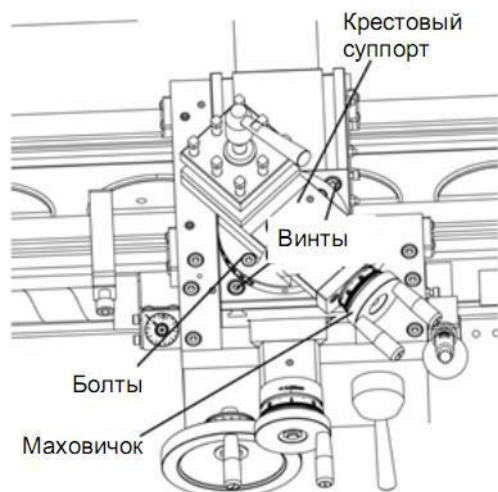

Рис. 13 Регулировка крестового суппорта.
1. Ослабить зажимные болты (Рис. 13), чтобы позволить ему вращаться.
4. Ослабить зажимные винты (Рис. 13) для возможности поперечного хода.